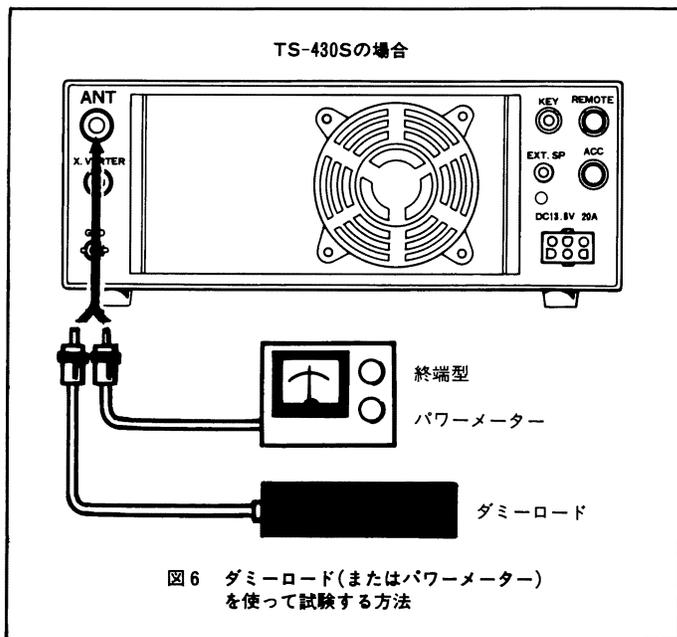

図6 ダミーロード(またはパワーメーター)を使って試験する方法
また図6に示すように、受信信号のSメーターの指針のピーク位置と同じか、少し少なめになるように、RF GAINつまみ⑯を合わせますと、受信信号がとぎれた時のノイズ増加が軽減され聞きやすくなります。